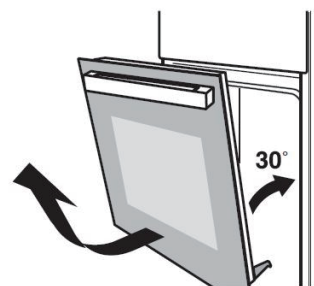

Fig. 2
4. Con le mani, afferrare la porta ai lati sollevarla leggermente verso l'alto e rimuoverla (Fig. 2).